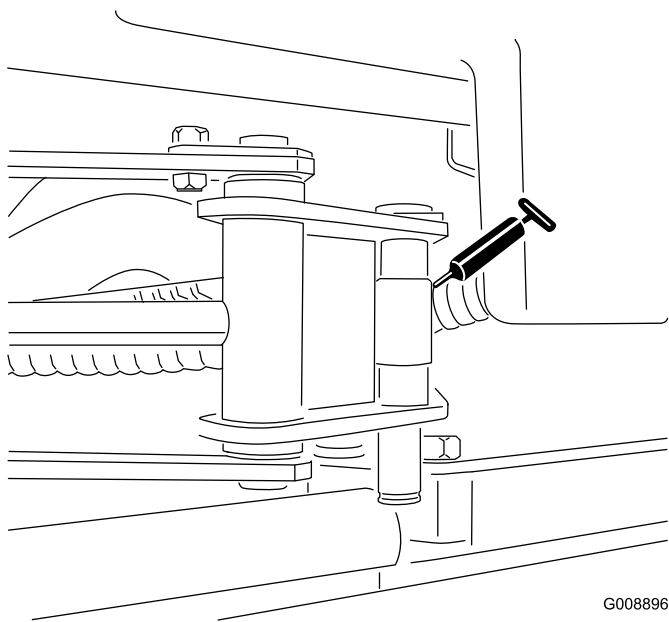

图51
- SideWinder 油缸末端（2 个；仅限型号 03171）（图51）